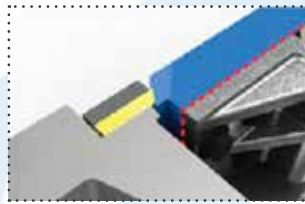

Fig. 3
- Kombinationen af spindel-design og lejekonstruktion betyder, at der ikke er nogen lækage over sædet, idet den fuldkomne tilpasning mellem sæde og plade betyder, at der ikke er noget offset i lukkesituationen (Fig. 3).